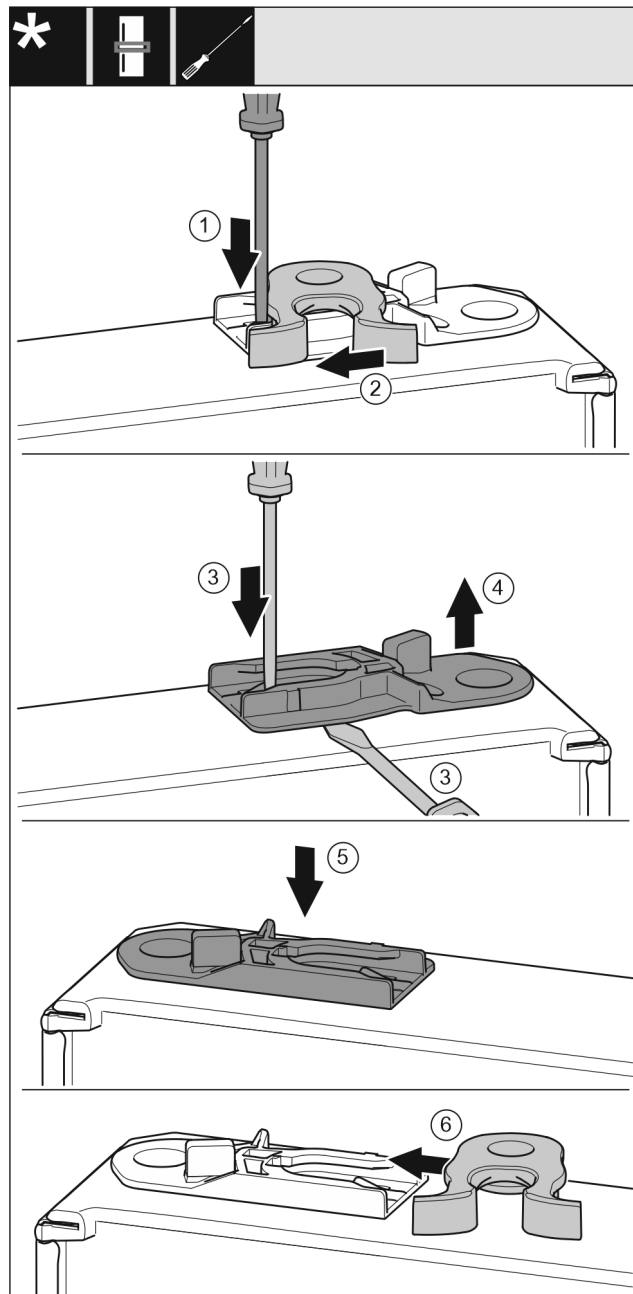

Fig. 16
- ▶ Premere la linguetta verso il basso con un cacciavite a testa a intaglio. Fig. 16 (1)
- ▶ Estrarre il gancio di chiusura dalla guida. Fig. 16 (2)
- ▶ Estrarre la boccola di guida: premere la linguetta con il cacciavite a testa a intaglio e contemporaneamente spingerla con un cacciavite sotto la boccola di guida. Fig. 16 (3, 4)
- ▶ Inserire sull'altro lato dell'apparecchiatura la boccola di guida fornita in dotazione. Fig. 16 (5)
- ▶ Spingere il gancio di chiusura nella guida. Fig. 16 (6)